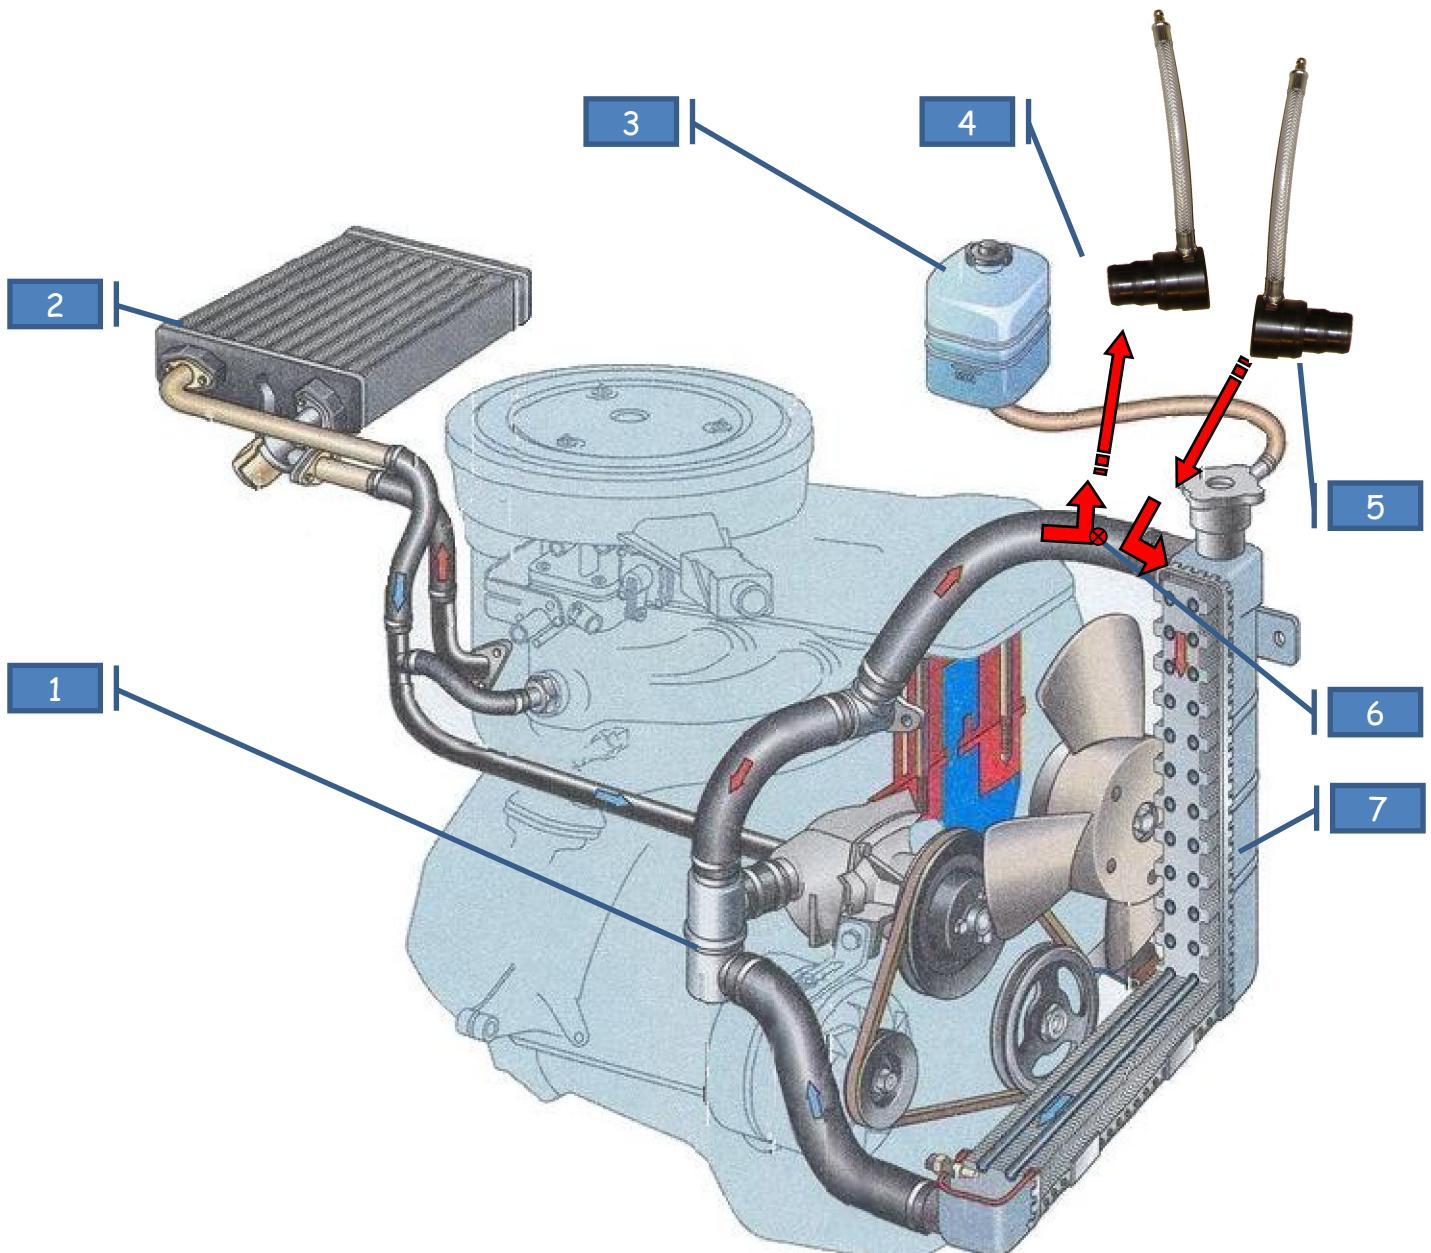

Рис. 5
8. Определить, какой адаптер будет **«Подающий»** (к двигателю), а какой **«Обратный»** (от термостата) - см. рис. 5.